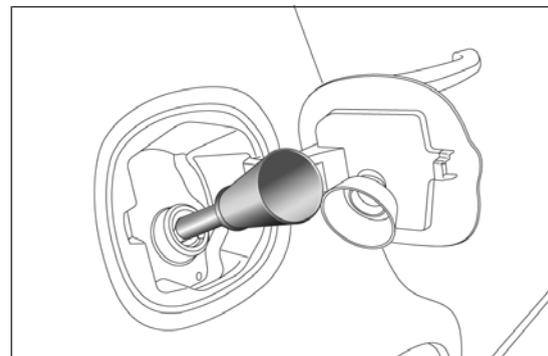

fig. 127
- introduire l'adaptateur dans le goulot, comme indiqué en fig. 127 et procéder au ravitaillement ;